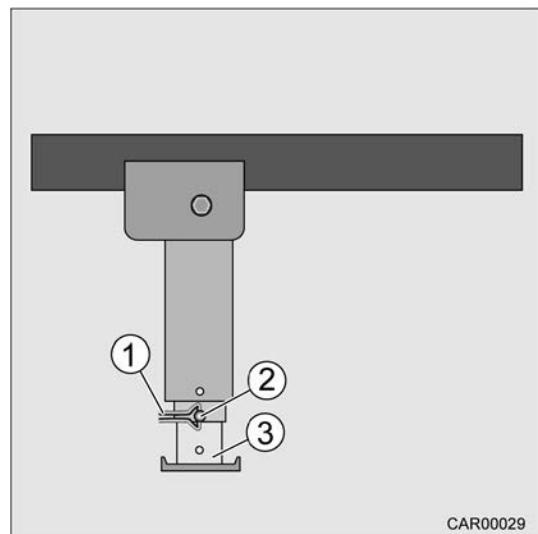

Fig. 40 Béquille arrière à manivelle
3. Enlever la pince de sécurité (Fig. 40/1) de l'axe (Fig. 40/2).
4. Tirer l'axe (Fig. 40/2) hors du prolongement du pied d'appui (Fig. 40/3).
5. Sortir le prolongement du pied d'appui (Fig. 40/3) sur la longueur souhaitée.
6. Enficher l'axe (Fig. 40/2) dans le prolongement du pied d'appui (Fig. 40/3) et le bloquer avec la pince de sécurité (Fig. 40/1).
2. Enlever la pince de sécurité (Fig. 40/1) de l'axe (Fig. 40/2).
3. Tirer l'axe (Fig. 40/2) hors du prolongement du pied d'appui (Fig. 40/3).
4. Glisser le prolongement du pied d'appui (Fig. 40/3) complètement à l'intérieur et enficher l'axe (Fig. 40/2) dans l'alésage.
5. Bloquer l'axe (Fig. 40/2) avec la pince de sécurité (Fig. 40/1).